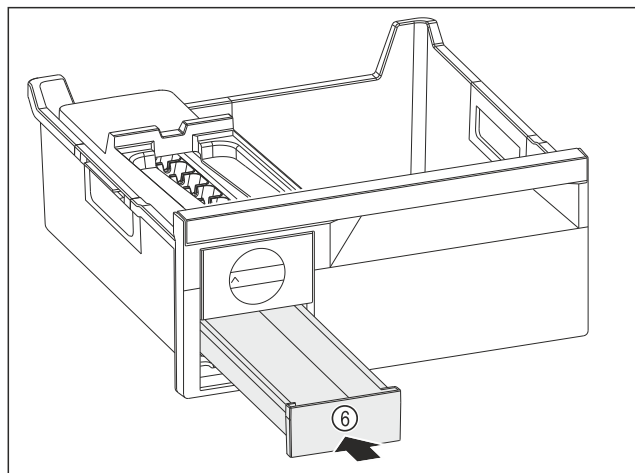

Fig. 122
- ▶ Sett inn isterningsskuffen Fig. 122 (6).